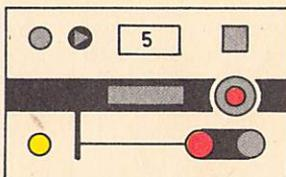

Bild 38
- (7) Bei der Hilfsauflösung der Ausfahrzugstraße werden die Zentralblockabschnitte nicht aufgelöst; die Zentralblocksignale bleiben in Fahrtstellung. **Hilfsauflösung der Ausfahrzugstraße**
- (8) Das Zentralblocksignal am Anfang eines Blockabschnittes wird mit Besetzen des Blockabschnittes auf Halt gestellt; der Festlegeüberwachungsmelder erlischt. Der Blockabschnitt wird aufgelöst, wenn er geräumt ist; der Gleisverschlußmelder und der Zielfestlegemelder erlöschen. **Auflösen der Blockabschnitte**
- Vor- und Rückblockmeldung** (9) Mit dem Besetzen des ersten Blockabschnittes in zulaufender Richtung bzw. der Auflösung des letzten Blockabschnittes in ablaufender Richtung ertönt kurzzeitig ein langsam schlagender Wecker als Vor- bzw. Rückblockmeldung.
- Auf Halt stellen der Zentralblocksignale** (10) Fahrt zeigende Zentralblocksignale können durch Bedienen der Signalhaltgruppentaste und der Signaltaste auf Halt gestellt werden. Vor der erneuten Fahrtstellung ist der zugehörige Blockabschnitt durch Bedienen der Zentralblockhilfstaste und der Zieltaste des Blockabschnittes (Signal- bzw. Streckentaste) aufzulösen.
- Sperrern und Entsperren der Zentralblocksignale** (11) Ein Zentralblocksignal kann durch Bedienen der Signalsperrtaste und der Signaltaste in der Haltstellung gesperrt werden; der Sperrmelder leuchtet gelb (vgl. Bild 38).